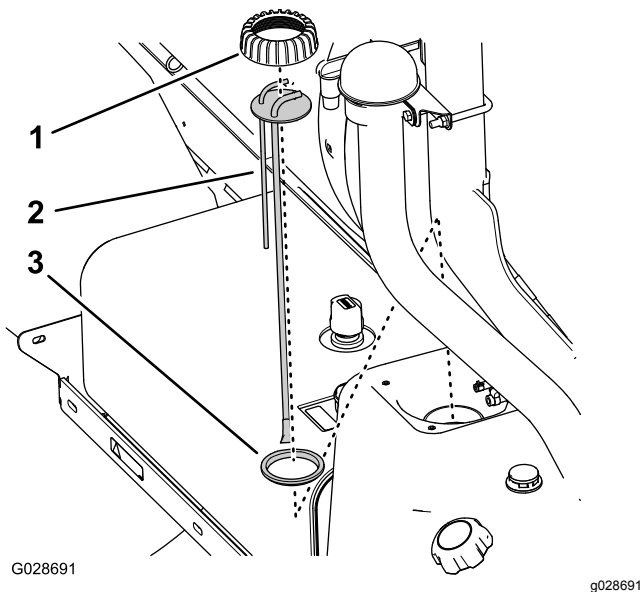

Figure 77
5. Tournez le bouchon du tuyau vertical/transmetteur de carburant dans le sens antihoraire pour le retirer (Figure 77).
- Soulevez et déposez le tuyau vertical/transmetteur de carburant du réservoir de carburant (Figure 77).
- Placez le bouchon sur le tuyau vertical et le tuyau vertical sur le joint (Figure 77).
- Alignez le bouchon, le tuyau vertical et le joint, et insérez l'ensemble avec précaution dans le réservoir de carburant (Figure 77).
- Vissez le bouchon sur le goulot du réservoir de carburant et serrez-le à la main (Figure 77).